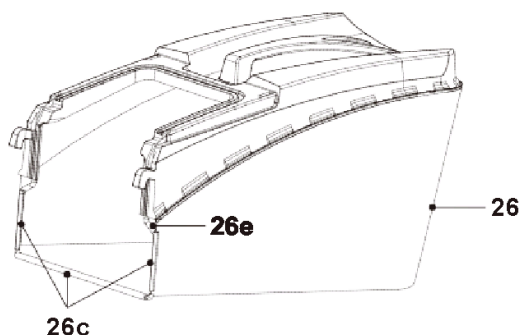

Рис. 4
1. Прикрепите резиновые фиксаторы (26с) к стержню (26е), если они не были предварительно смонтированы (рис. 4).
2. Теперь травосборник (26) готов к использованию (рис. 4).